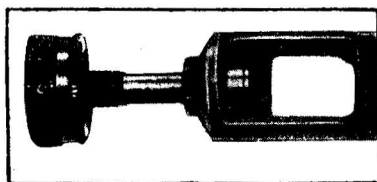

Fig. 23
- svitare il pistone dalla sua base, estrarlo completamente (fig. 23),
- *unscrew the piston from its base, pull it out (figure 23),*